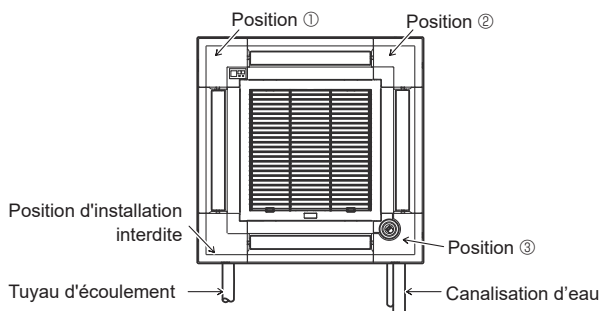

Fig. 7-11
Le panneau d'angle du récepteur de signaux ne peut en aucun cas être installé du côté du tuyau d'écoulement de l'appareil principal. (Se reporter à la Fig. 7-11)
- Le panneau d'angle du i-see Sensor doit être fixé sur la grille (1) à l'aide de la vis (3).
- \* Si la position du i-see Sensor est passée de la position par défaut (position (3)) à une autre position, changez les réglages de fonction. (Fig. 7-11)
- Le panneau d'angle du i-see Sensor ne peut en aucun cas être installé du côté du tuyau d'écoulement de l'appareil principal. (Se reporter à la Fig. 7-11)